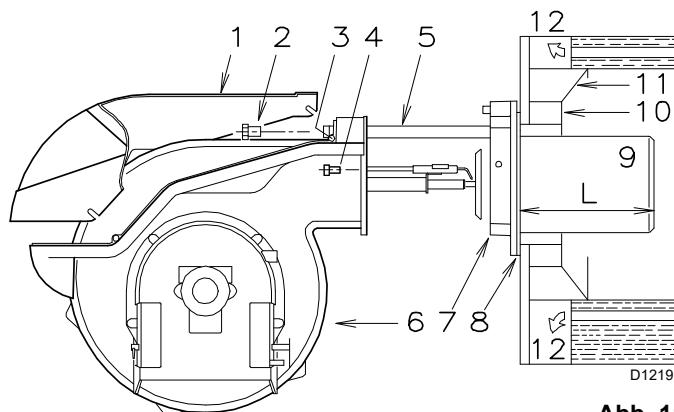

Abb. 11
Für Heizkessel mit wassergekühlter Frontseite ist die Verkleidung mit feuerfestem Material 10)-11)(Abb. 11) nicht notwendig, sofern dies nicht ausdrücklich vom Kesselhersteller verlangt wird.
Nach diesem eventuellen Vorgang den Flansch 7)(Abb. 11) an der Platte des Heizkessels befestigen und die beiliegende Dichtung 8) zwischenfügen. Tragen Sie vor dem Verwenden der 4, ebenfalls mitgelieferten Schrauben entsprechende Freßschutzmittel auf.
- den Brenner an der Scharniereinheit wie in der (Abb. 11 auf Seite 15) gezeigt öffnen;